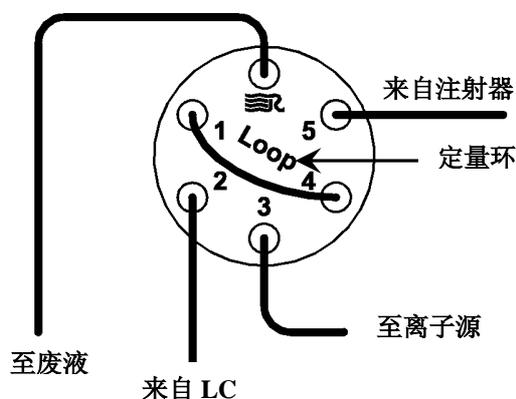

图 3-3. 六通阀，图中显示的是定量环进样管线
- b. 将装有螺母和压盖箍的管线的一端连接到转向/进样阀的5号端口，见图3-3。
- b. 将一段长度合适的、末端装有螺母和压盖箍的管线连接到六通阀的3号端口（图3-3）。